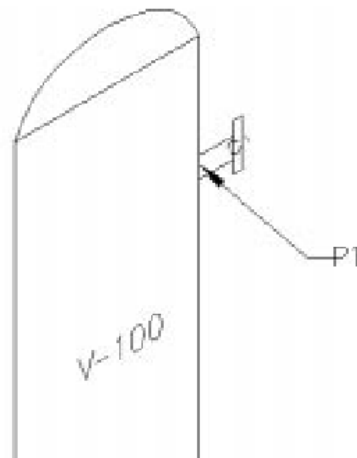

Figure 2
- Haz clic en "Place" para insertarla (*mira la Figure 2*).
*(Señala el punto P1 como se muestra en la Figure 2).*